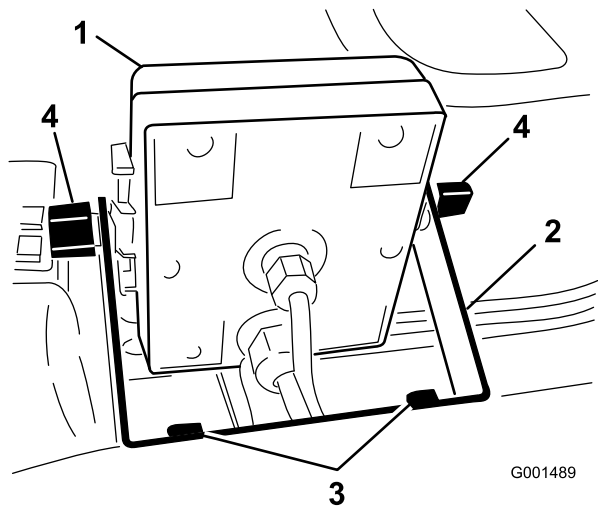
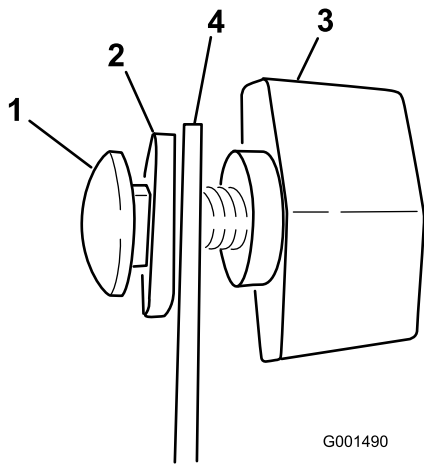

図 5
図 6
2. モニタのブラケットをダッシュボードに取り付ける；フランジヘッド・ボルト (1/4 x 3/4 in) 2本とフランジ・ナット (1/4 in) 2本を使用する (図 5)。
- 3. キャリッジボルト、ゴム・ワッシャ、ノブ各 2 個を、図 5 および図 6 のように仮止めする。
- 6. ブラケットにスプレープロを取り付け(図 5)、ノブで固定する。